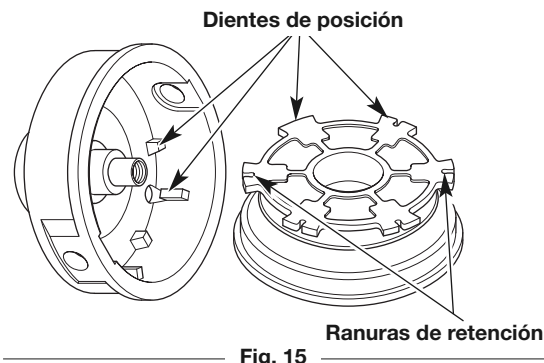

Fig. 15
6. Controle los dientes de posición y las ranuras de retención para detectar si están desgastados (Fig. 15). Si es necesario, elimine las rebabas o reemplace el carrete interior y la bobina exterior.